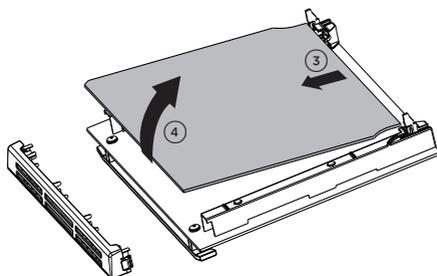

Fig. 6.21
- Sollevare ed estrarre delicatamente il vetro interno sganciandolo dagli arresti inferiori. Non inclinare troppo il vetro per evitare di danneggiarlo (fig. 6.21).